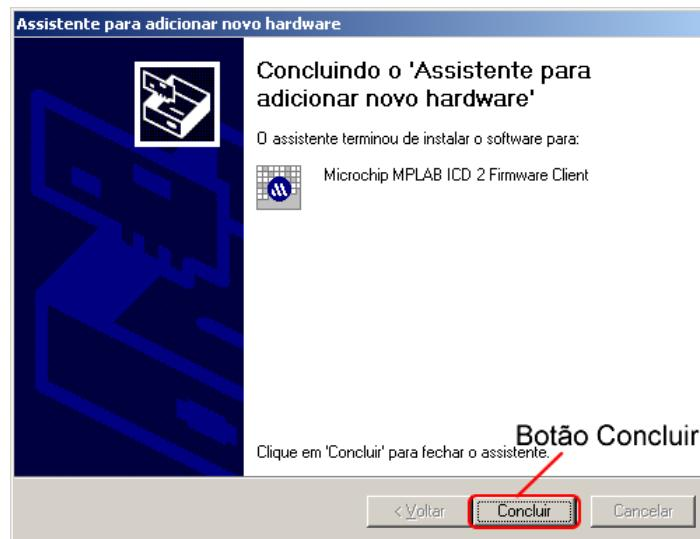

Figura 3.44 - Janela de conclusão.
- 4) Feito isso, espere a instalação do *driver* e, em seguida, clique em “**Concluir**”. (Figura 3.44)